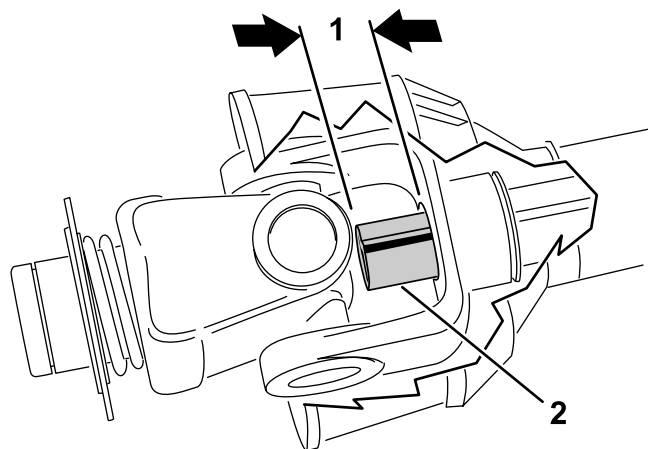

图16
9. 将PTO 轴内外轴管滑动到一起，直至它们完全重叠。确认内管没有突入外管的十字头和轴承部分（图16）。如果这种情况发生，应截掉更多内管，以解决问题。继续下一步。
10. 测量内管突入外管十字头和轴承部分的距离（图16）。将此距离添加到在第 8 步中获得的尺寸。